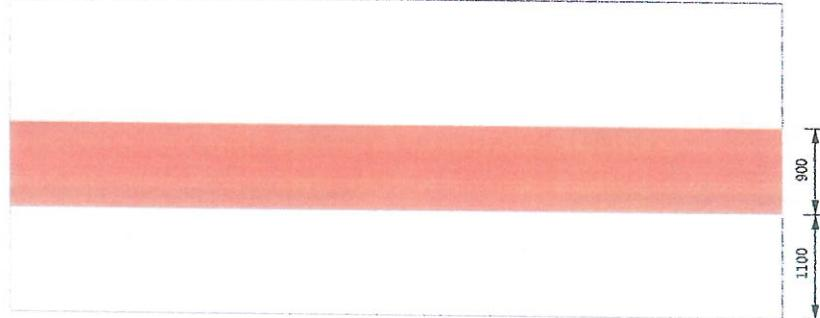
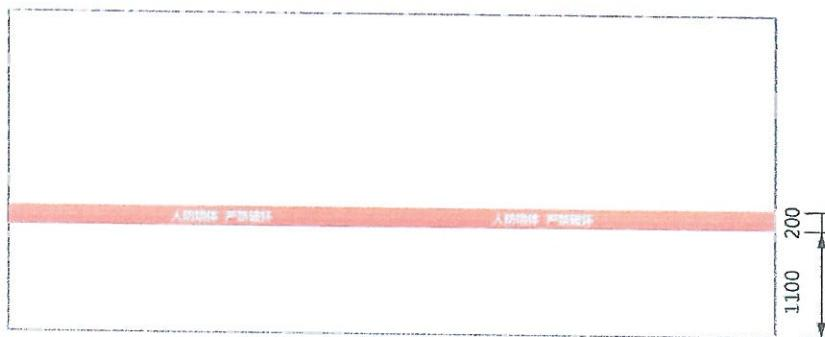

图 15 应配建区墙体标识样式及尺寸示例
图 16 应配建区墙体标识样式及尺寸示例
3.13 应配建区墙体应涂刷色带进行标识。区域围护面积大于等于 200 m^2 时，墙体标识样式及尺寸示例见图 15。区域围护面积小于 200 m^2 时，标识样式及尺寸示例见图 16。字体应为国标黑体，高度宜为 140 mm ，颜色应为白色。